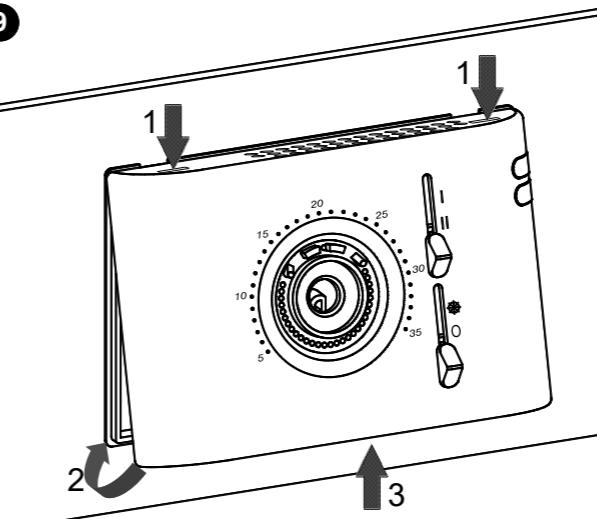

Fig. 10 - Abb. 10
- Vor dem nach unten führen prüfen Sie die Stellung der Wahlschalter (siehe Abb. 10).
- ⑩ Stecken Sie den Drehknopf (in Position 20°C) auf den Stift.